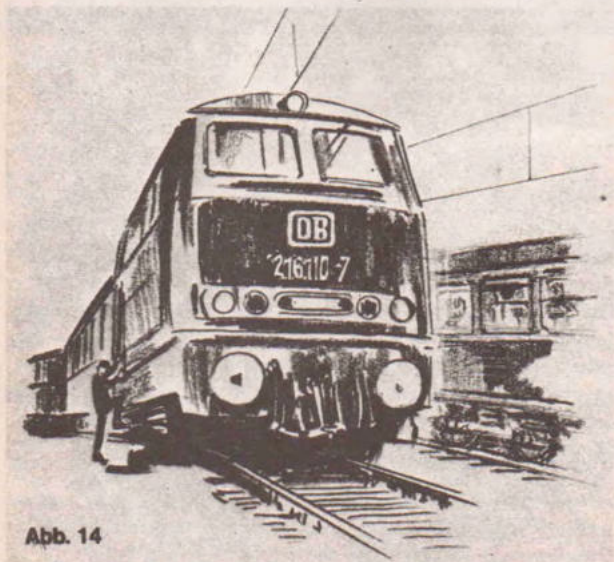

Abb. 14
- Auf mehrgleisigen Strecken ist beim Ab- und Aufsteigen sowie beim Bewegen auf dem Bahnkörper besonders auf Zugfahrten im Nachbargleis zu achten. Möglichst immer zur gleisfreien Seite auf- und absteigen (vgl. Abbildung 14).